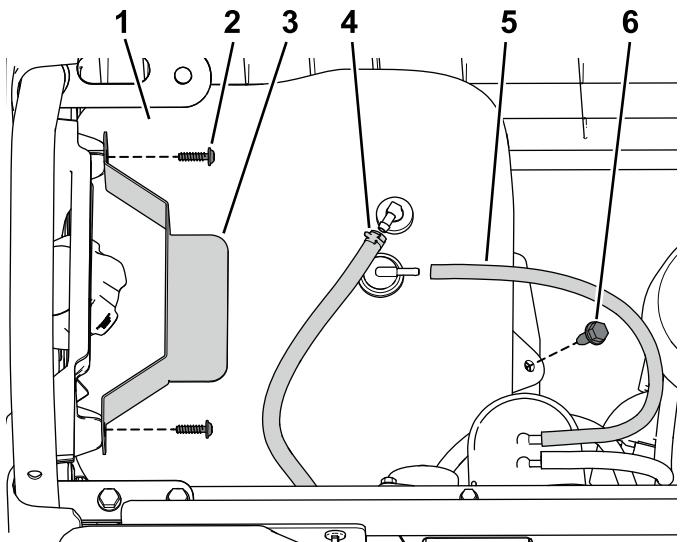

Рисунок 1
2. Выверните винты крепления прижима (Рисунок 1).
3. Отсоедините вентиляционную трубку и топливный трубопровод от бака (Рисунок 1).